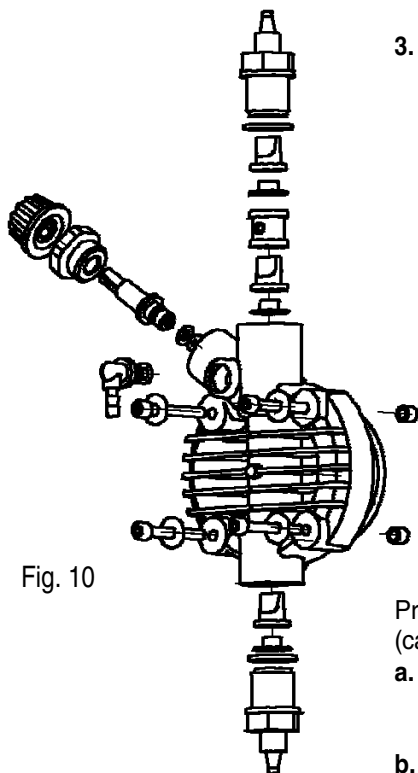

Fig. 10
3. Eliminare dal corpo pompa tutto il liquido presente, smontando e rimontando il corpo pompa utilizzando le quattro viti di fissaggio, coppia di serraggio 180÷200 NxcM (Fig. 10).
2. Controllare almeno ogni 6 mesi il funzionamento della pompa, la tenuta delle viti e delle guarnizioni, per liquidi particolarmente aggressivi effettuare controlli anche più frequenti, controllare in particolare la concentrazione dell'additivo nell'impianto; una riduzione di tale concentrazione potrebbe essere determinata dalla usura delle valvole (che in tal caso vanno sostituite facendo attenzione nel rimontarle come in Fig. 10) o dall'intasamento del filtro che va pulito come al successivo punto 3.
Per effettuare questa operazione, se l'apparecchiatura non è fissata all'impianto si può farla pulsare per pochi secondi (15-30) tenendola capovolta e senza tubetti collegati ai raccordi, se ciò è impossibile smontare e rimontare il corpo pompa (Fig. 10), attraverso quattro viti di fissaggio.
Data la robustezza del sistema, guasti meccanici veri e propri non se ne verificano. Talvolta possono verificarsi perdite di liquido da qualche raccordo o ghiera fissatubo allentati, o più semplicemente dalla rottura del tubetto di mandata. Raramente eventuali perdite potrebbero essere determinate dalla rottura della membrana o dall'usura della guarnizione di tenuta della membrana stessa. Questi componenti in tal caso vanno sostituiti smontando le quattro viti del corpo pompa (Fig. 10), rimontando tali viti, serrarle in modo uniforme con un valore di coppia massima di serraggio raccomandata di $180 \div 200 \text{ Nxcn}$. Una volta eliminata la perdita, occorre pulire la pompa dosatrice da eventuali residui di additivo che ristagnando potrebbero aggredire chimicamente la cassa della pompa.
❶ - LA POMPA DOSATRICE DA IMPULSI MA NON IMMETTE ADDITIVO NELL'IMPIANTO
- a. Smontare le valvole di aspirazione e mandata, pulirle e rimontarle nella stessa posizione (Fig. 10). Nel caso in cui si riscontrasse un rigonfiamento di dette valvole, verificare sull'apposita tabella la compatibilità dell'additivo con il tipo di valvola montata sulla pompa (valvola standard in Viton® o altro elastomero compatibile; su richiesta sono disponibili le valvole a sfera).